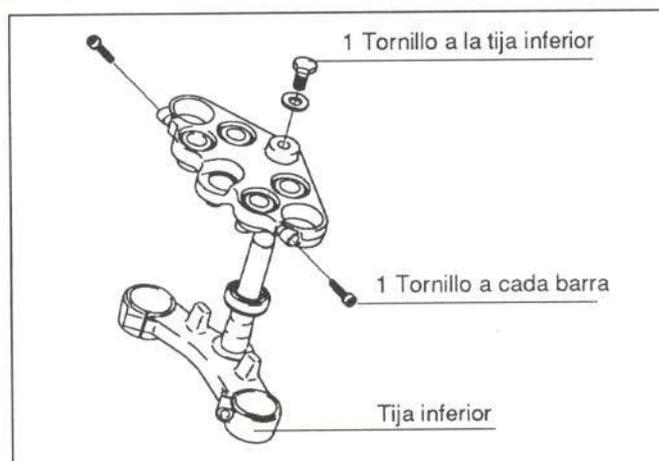

Figura 25.- Unión de la tija superior
En la figura 25 se detalla la unión de esta pieza.
- Tija superior con los semimanillares (figura 25)